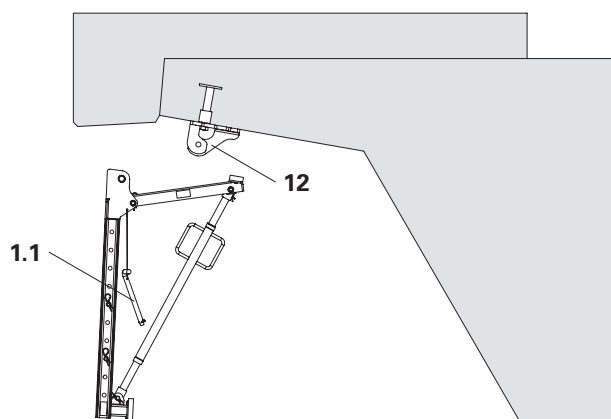
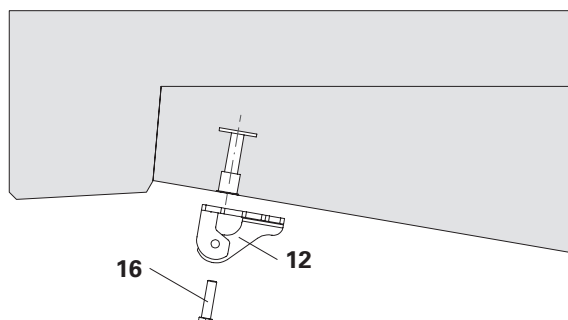

Fig. C3.03
Fig. C3.04
1. Togliere il perno di bloccaggio Ø20x260 mm (1.1) della testa di sospensione VGK (12) e sganciare l'unità mensola. (Fig. C3.03)
3. Allentare la vite ISO4014-M24x100-8,8(16) e smontare la testa a sospensione VGK (12).
4. Chiudere i fori di ancoraggio, ad es. con tappi per calcestruzzo, Vedere capitolo "A5 Ancoraggio" a pagina 39. (Fig. C3.04)